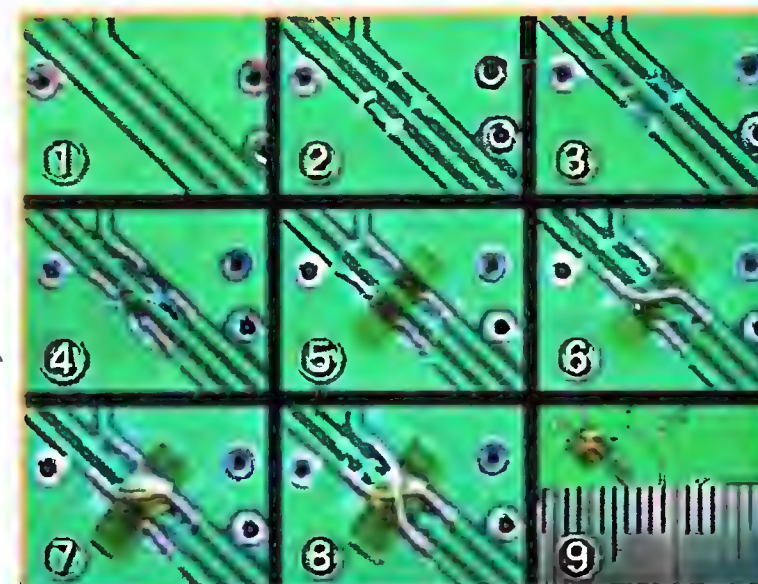

Рис. 14
на рис. 14 <<http://www.chiaki.cc/Tools/images/jumper1.png> — http://www.chiaki.cc/Tools/images/jumper9_1.png>. Прежде всего вырезают и удаляют небольшие участки пересоединяемых печатных проводников (1—3). Образовавшиеся их концы зачищают и облуживают (4). Если под будущими перемычками имеются другие проводники, их накрывают изоляционной прокладкой из липкой ленты (5), поверх неё припаивают первую проволочную перемычку (6). Изолируют её ещё одной прокладкой из липкой ленты (7) и припаивают вторую перемычку (8). При необходимости всю "конструкцию" защищают каплей клея или компаунда (9).